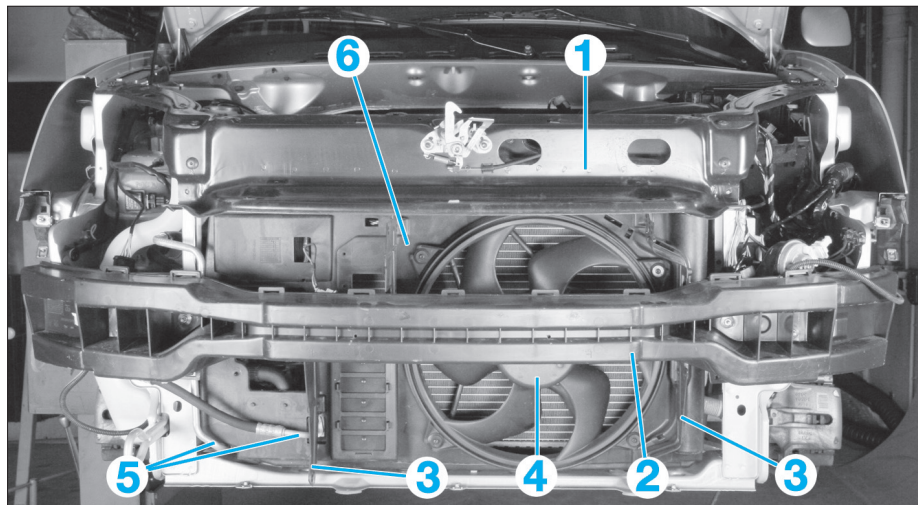

FIG. 23
- la traverse (1) (Fig.23),
- le renfort de bouclier (2),
- les déflecteurs d'air latéraux (3).
- Débrancher puis déposer le motoventilateur (4) de refroidissement.
- Débrancher les canalisations du condenseur (5) de climatisation (selon équipement) puis obturer les orifices.
- Déposer les vis de fixation de la façade avant (6) sur l'ensemble condenseur radiateur de refroidissement.